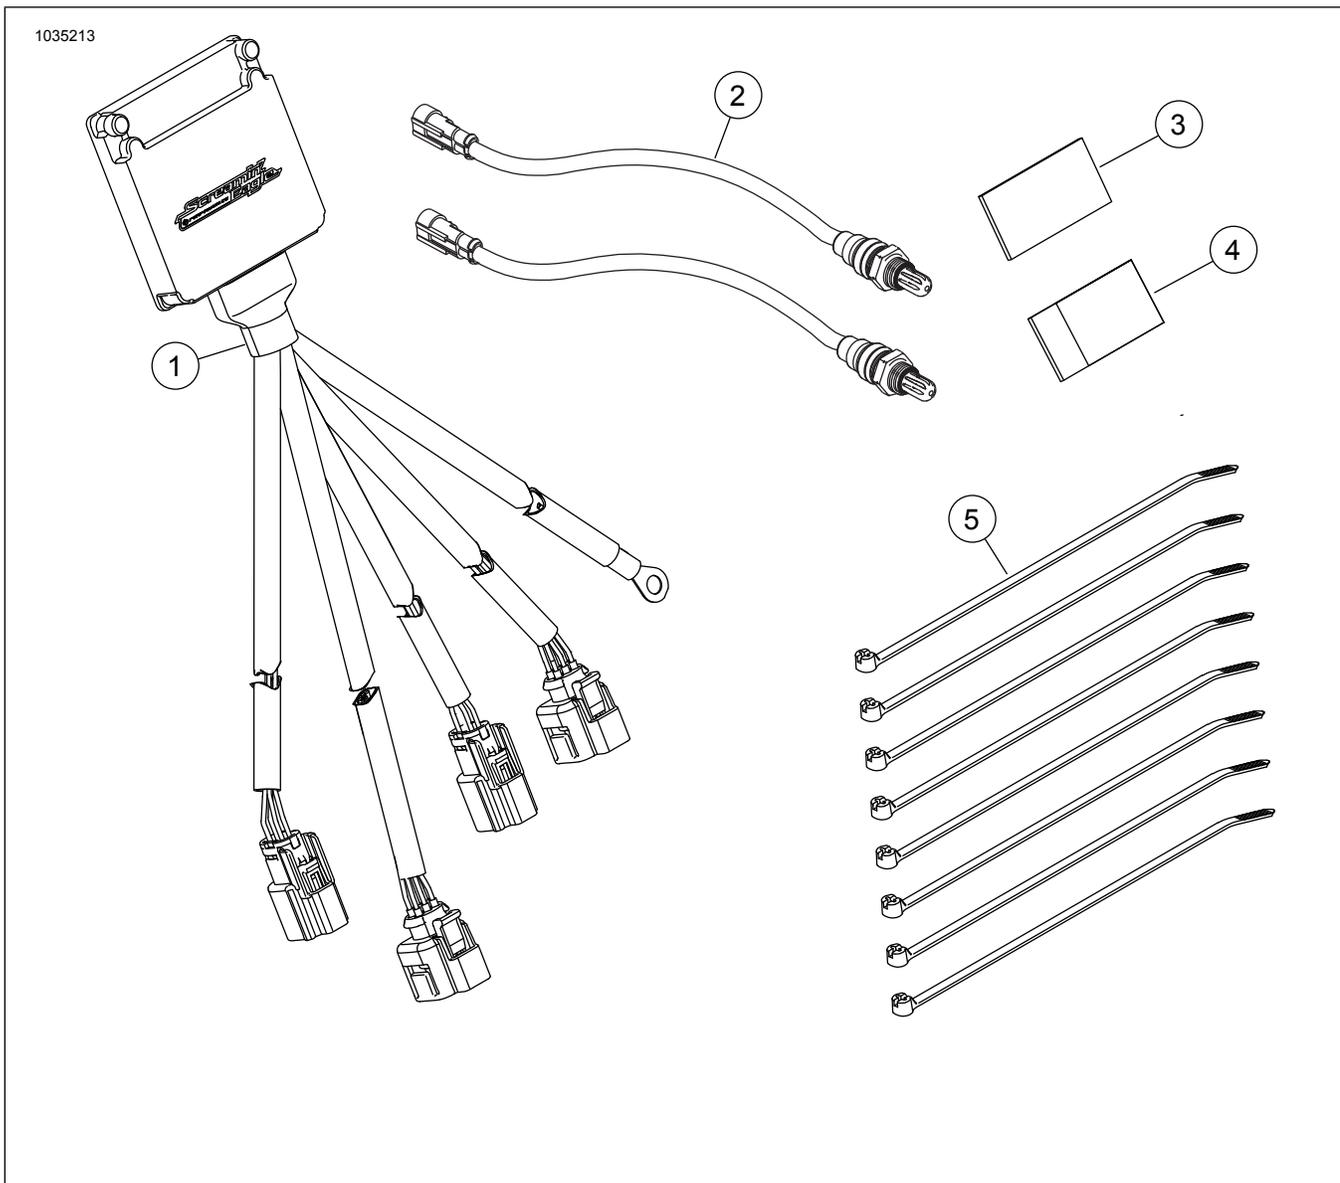

Figura 52. Contenuto del kit: Kit modulo di messa a punto automatica (ATM) Smart Tune Pro
Vedere Figura 48, Figura 52 e Tabella 5. Installare i sensori dell'ossigeno a banda larga (2). Usando la presa del sensore dell'ossigeno (codice n. HD-48262-A) serrare a: